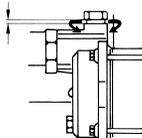

Bild 3
- Messingschrauben auf dem Sauggehäuse soweit lösen, bis Luft aus der Pumpe entweichen kann, siehe Bild 3.